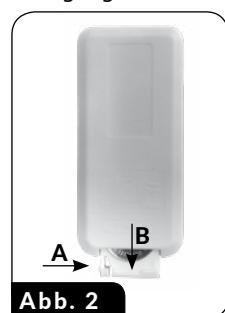

Abb. 2
- Entkalken Sie den Ultraschallwandler regelmäßig (falls notwendig). Weichen Sie ein weiches Tuch in einer Mischung aus Essig und Wasser ein legen Sie es für einige Minuten vorsichtig auf den Wandler (3) und auf die Oberfläche mit Steinablagerungen auf. Reinigen Sie die gereinigten Oberflächen nach der Entkalkung mit einem feuchten, nur mit Wasser getränkten Tuch. Seien Sie bei der Reinigung des Wandlers besonders vorsichtig, um ihn nicht mechanisch zu beschädigen.
- Spülen Sie den Luftfilter (11) und den Keramikfilter (8) mindestens einmal pro Woche unter fließendem Wasser und trocknen Sie ihn anschließend gründlich. Eine regelmäßige Reinigung der Filter trägt dazu bei, die Maximaleffizienz der Maschine zu erhalten. Den Zugriff auf den Luftfilter (11) verschaffen Sie sich durch Entfernen der Abdeckung (12) an der Unterseite des Gestells (1). Platzieren Sie die Filter nach der Reinigung auf ihrem Platz. Ersetzen Sie den Keramikfilter einmal pro Jahr und den Luftfilter bei mechanischer Beschädigung.
- Die Fernbedienung wird mit einer 3V CR2025 Batterie betrieben. Um auf die Batterie zuzugreifen, drücken Sie die Verriegelungslasche (Pfeil A auf Abb. 2) und schieben Sie den Behälter heraus (Pfeil B auf Abb. 2). Achten Sie auf die richtige Polarität beim Einlegen.